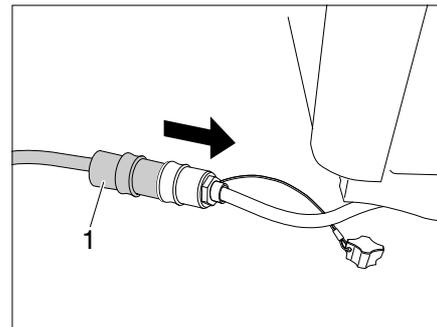

Bild 62 Verlängerungskabel anschließen
- Verlängerungskabel (Bild 62,1) am Küchenblock und am Elektroanschluss im Einstieg des Campsters anschließen.
- ▷ Verlängerungskabel (Bild 62,1) nur bei Nutzung der Küche im Freien verwenden.